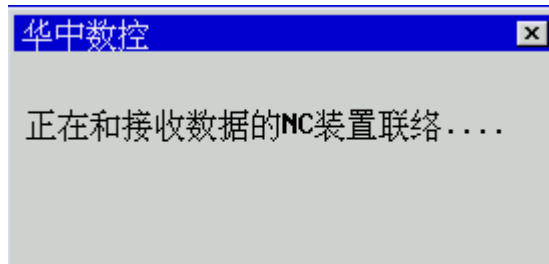

图 7.8.3 提示正在和接收数据的 NC 装置联络
- (6) 选择要发送的 G 代码文件;
- (7) 按 **Enter** 键,弹出如图 7.8.3 所示对话框,提示“正在和接收数据的 NC 装置联络”;
- (8) 联络成功后,开始传输文件,上位计算机上有进度条显示
- (7) 选择要发送的 G 代码文件;
- (8) 按 **Enter** 键, 弹出如图 7.8.3 所示对话框, 提示“正在和接收数据的 NC 装置联络”;
- (9) 联络成功后, 开始传输文件, 上位计算机上有进度条显示传输文件的进度, 并提示“请稍等, 正在通过串口发送文件, 要退出请按 Alt-E 退出”, HNC-21T 的命令行提示“正在接收串口文件”;
- (10) 传输完毕, 上位计算机上弹出对话框提示文件发送完毕, HNC-21T 的命令行提示“接收串口文件完毕”。